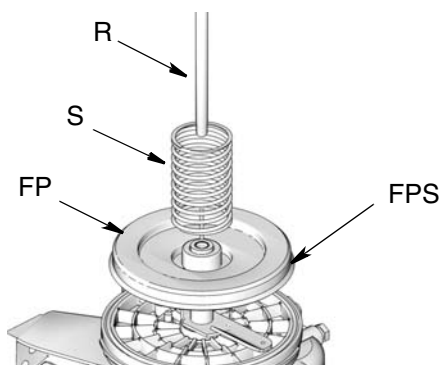

FIG. 3
1. Verifique que las siguientes piezas se retiren con el depósito (FIG. 3):
- Resorte (S)
- Plato seguidor (FP)
- Varilla (R)